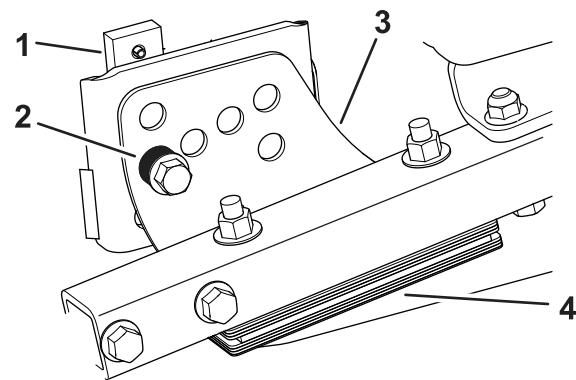

Рисунок 75
1. Снимите кронштейн высоты скашивания (передний, левый или правый) с рамы деки (Рисунок 75).
2. Установите регулировочные прокладки толщиной 1,5 мм и/или 0,7 мм между рамой деки и кронштейном, чтобы получить необходимую регулировку высоты (Рисунок 75).